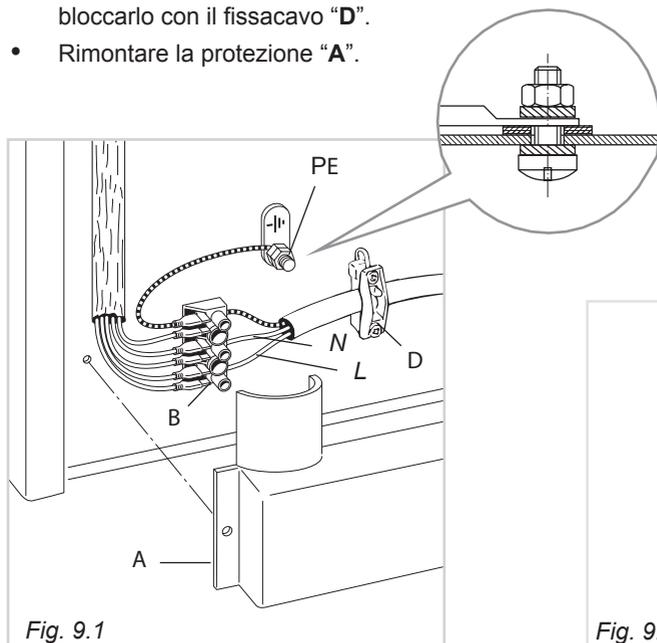

Fig. 9.1
- Svitare le viti di fissaggio della protezione "A" dietro la cucina (Fig. 9.1).